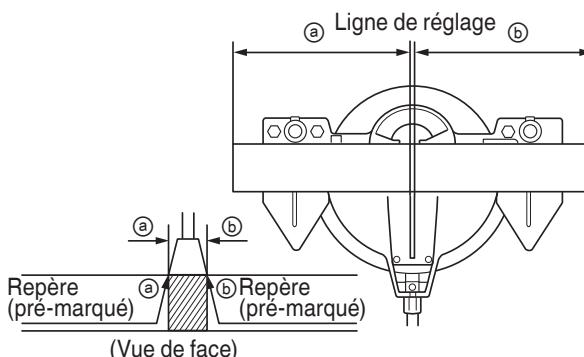

Fig. 16
- (1) Comme indiqué à la Fig. 16, la largeur de la lame est la largeur de coupe. En conséquence, glisser la pièce vers la droite (vue de la position de l'opérateur) pour obtenir la longueur ⑥, et sur la gauche pour obtenir la longueur ⑤.
- (2) Quand la lame a atteint sa vitesse maximale, abaisser doucement la poignée jusqu'à ce que la lame approche de la pièce.
- (3) Quand la lame touche la pièce, appuyer progressivement sur la poignée pour couper la pièce.
- (4) Quand la pièce est coupée à la longueur voulue, mettre l'outil électrique hors tension et attendre que la lame soit complètement arrêtée avant de relever la poignée en position complètement rentrée.